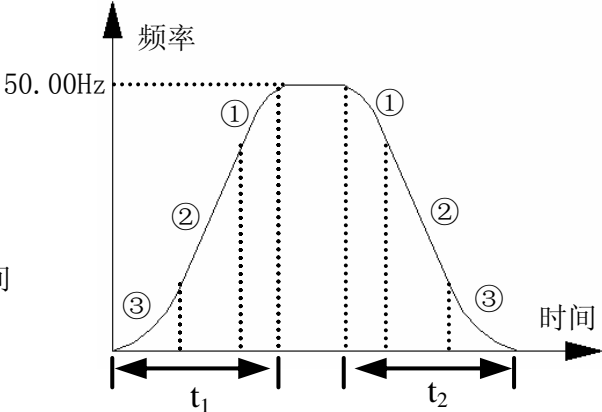

图 6-2 S 曲线加减速
- 1：S 曲线加减速方式.输出频率按照 S 形曲线递增或递减,如图 6-2 所示。